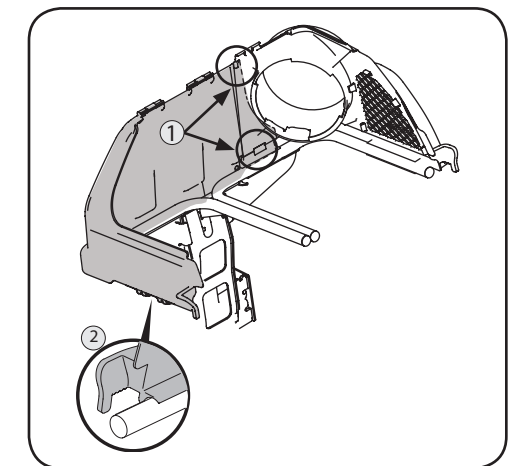

Figure 4-16
6. Basculez le couvercle supérieur du bac récupérateur vers le bas pour le fermer. Poussez l'encoche arrière gauche et l'encoche arrière droite pour les verrouiller en place de chaque côté. Assurez-vous que le couvercle est bien ajusté. Voir Figure 4-16.